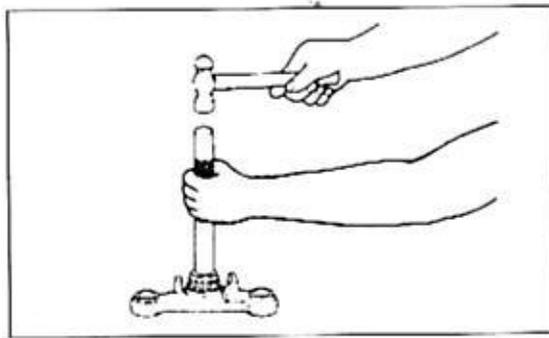

Bild 167
- Unteren Lagerlauftring samt Staubschutzdichtung auf Lenkerschaftrohr mit passendem Rohrstück auftreiben (Bild 167).